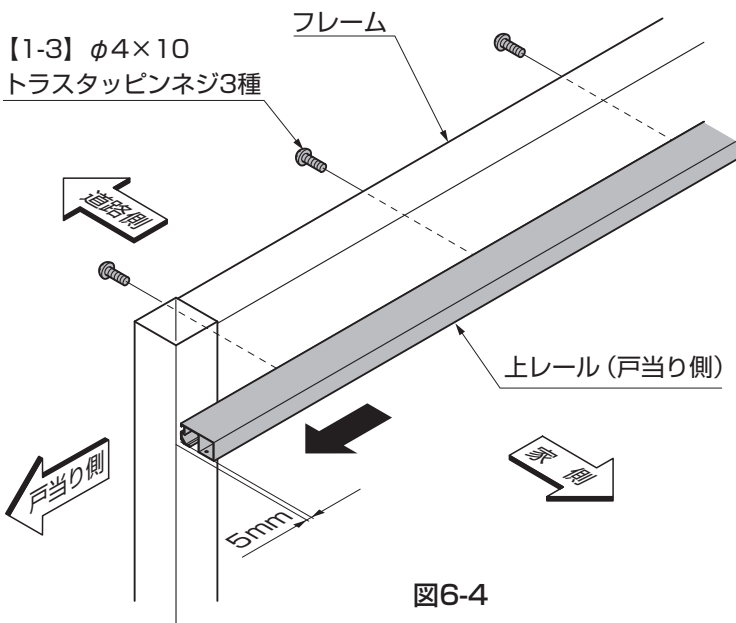

図6-4
- ②上レール（戸当り側）の端部を柱（戸当り用）側面から5mmの位置にセットしてください。（図6-4参照）
③上レール（戸当り側）と上レールステーを【1-3】で取付けてください。（図6-4参照）